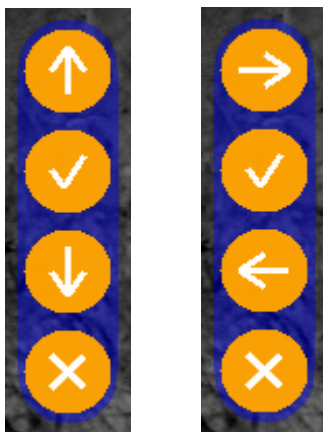

Рисунок 5 – Примеры индикатора назначения кнопок
- **Индикатор назначения кнопок** – индикатор, подсказывающий пользователю назначение каждой отдельной кнопки (2-5) при выполнении какого-либо действия в выбранном режиме (см. рис. 5). Данный индикатор появляется **только** в случаях, установленных ПО (например, при вводе выверки прицельной сетки).